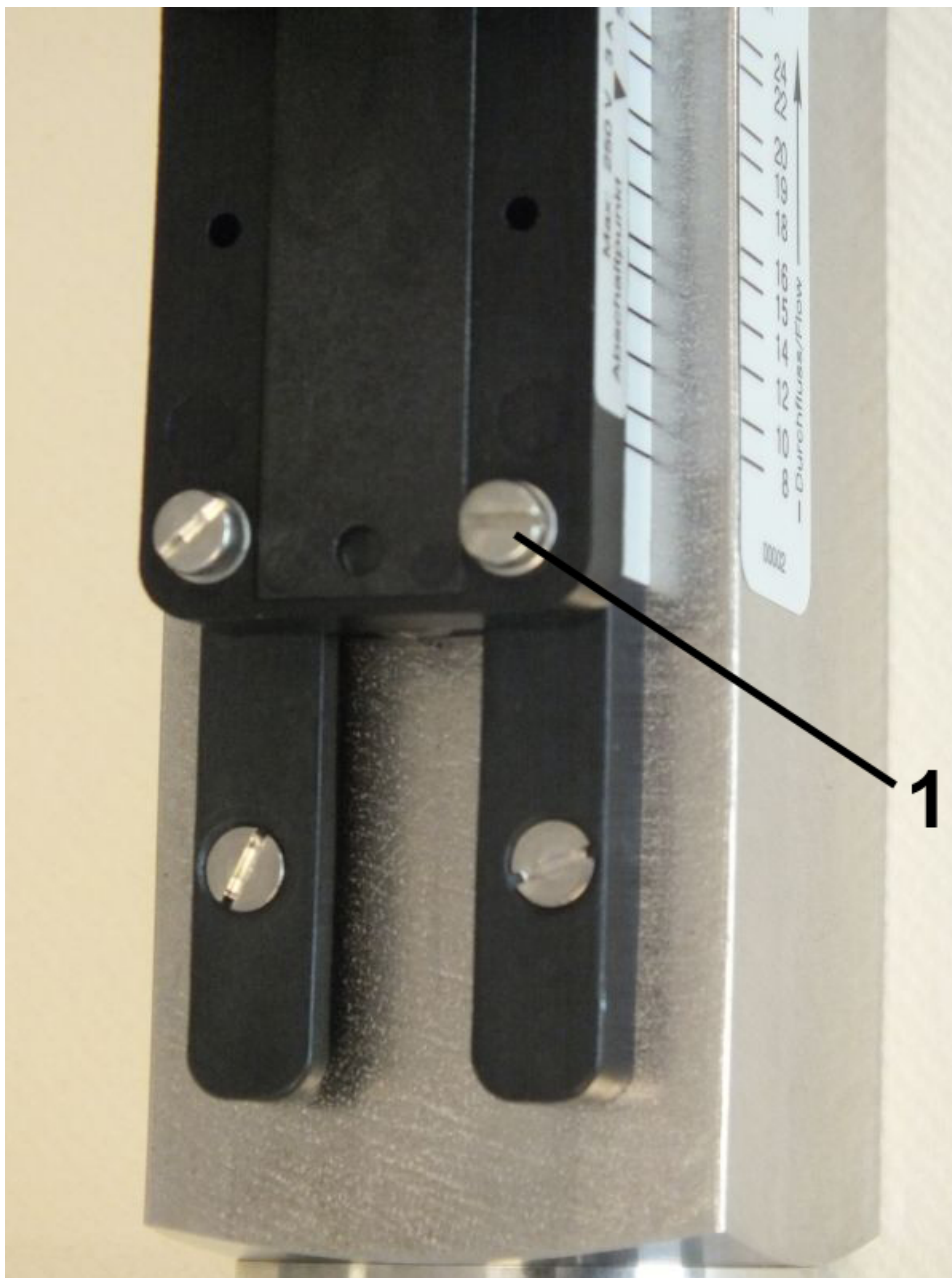

Abb. 71: Feststellschrauben lösen
3. Feststellschrauben (Abb. 71/1) des Schaltkontaktes mit einem Schlitzschraubendreher so weit lösen, dass er sich frei verschieben lässt
11. ➤ Feststellschrauben (Abb. 71/1) wieder festdrehen, dabei Anziehdrehmoment einhalten (→ Kapitel 11.1 „Schrauben-Anziehdrehmomente“ auf Seite 101)